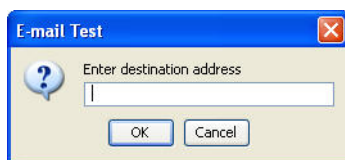

FIG. 139
2. L'écran Test de Courrier électronique indiqué à la Fig. 139 s'affiche. Tapez une adresse de courrier électronique pour envoyer le message du test et cliquez sur le bouton OK pour l'envoyer.